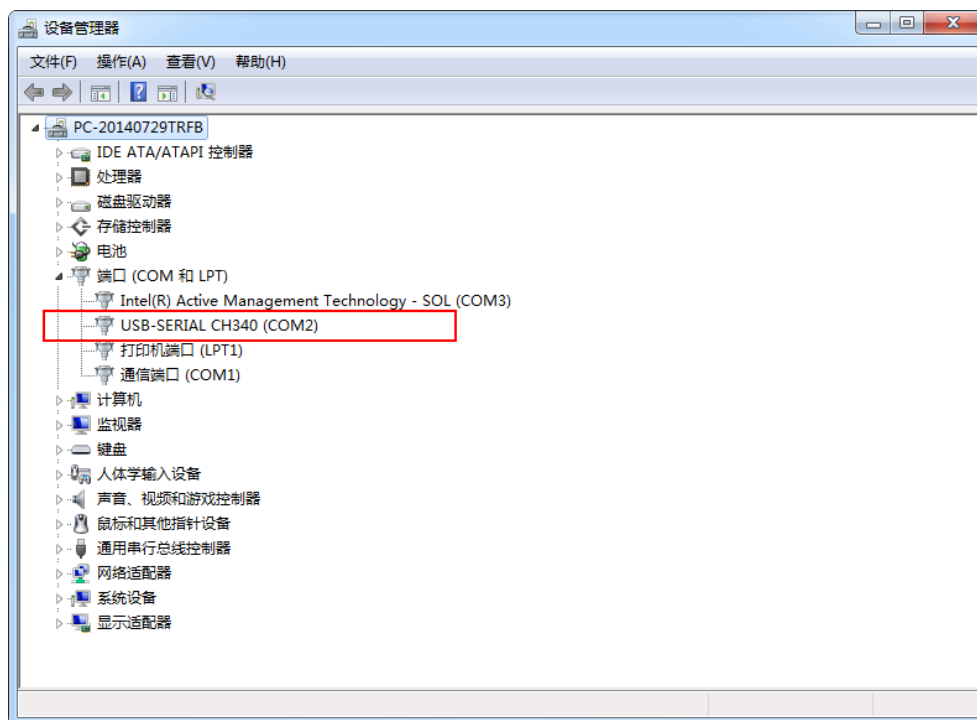

图 6 设备管理器
- 将 ZG-Mxx 模块通过底板与电脑的串口进行连接，在我的电脑的设备管理器里查看相应的串口号。如图 6 所示。笔者的串口号为 COM2。